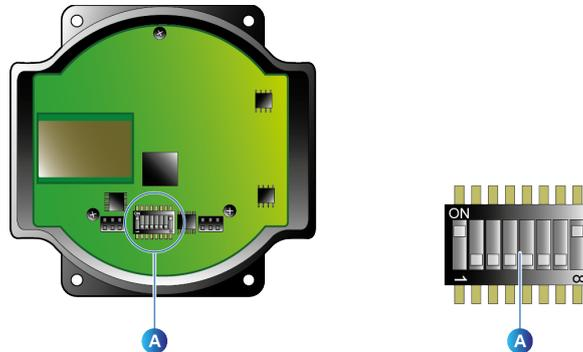

Imagen 49: configuración del microinterruptor en el receptor principal.
- Coloque los microinterruptores como se muestra a continuación (Imagen 49, A) **después de abrir la cubierta del receptor principal**: